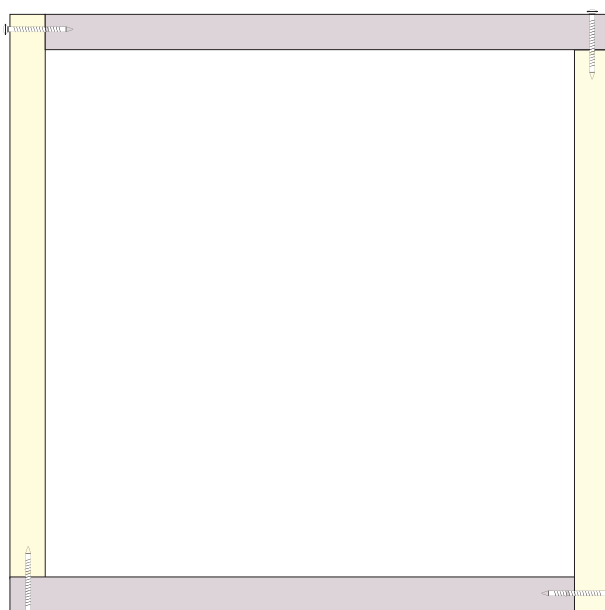

fig 8
- 10** Atornille los tornillos, juntando las piezas y formando un marco. (fig 8)